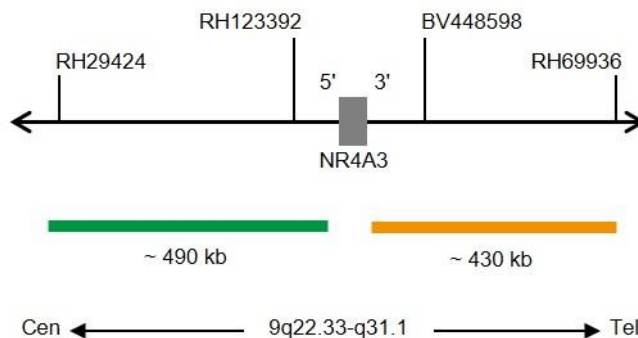

Fig. 1 : Carte de la sonde SPEC NR4A3 (pas à l'échelle)
- Polynucléotides marqués au ZyGreen (excitation 503 nm/émission 528 nm) (~10 ng/ μ l), qui ciblent des séquences en 9q22.33* (chr9:102,070,916-102,561,593) proximale de la région des points de rupture de NR4A3 (voir figure 1).
- Polynucléotides marqués au ZyOrange (excitation 547 nm/émission 572 nm) (~4.5 ng/ μ l), qui ciblent des séquences en 9q31.1* (chr9:102,636,487-103,065,504) distale de la région de points de rupture de NR4A3 (voir figure 1).